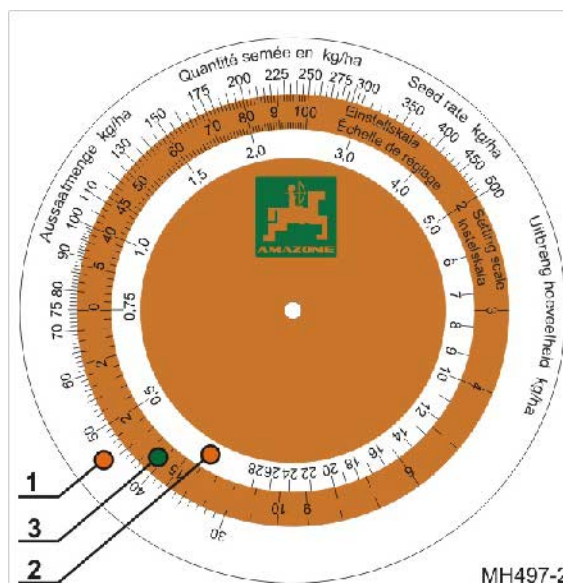

Рис. 47
- наружная белая шкала (Рис. 47/1) для всех норм высева более 30 кг/га;
- внутренняя белая шкала (Рис. 47/2) для всех норм высева менее 30 кг/га;
- цветная шкала (Рис. 47/3) с указанием всех положений редуктора от 1 до 100.